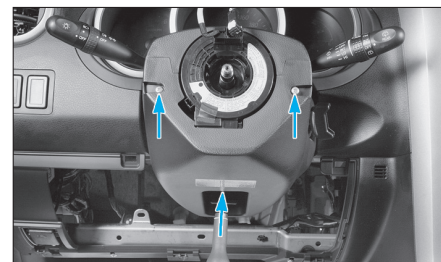

FIG. 32
- Déposer la double coquille de la colonne de direction en dévissant les trois vis (Fig.32).